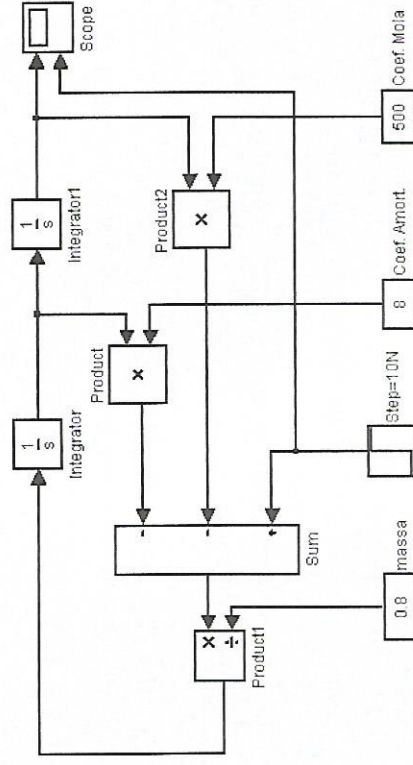

Figura C.8 Diagrama em Simulink para simulação do sistema de segunda ordem conforme parâmetros e condições propostas.
(3) Repetindo os procedimentos de interconexão, faça todas as ligações até obter um diagrama conforme a Figura C.8.